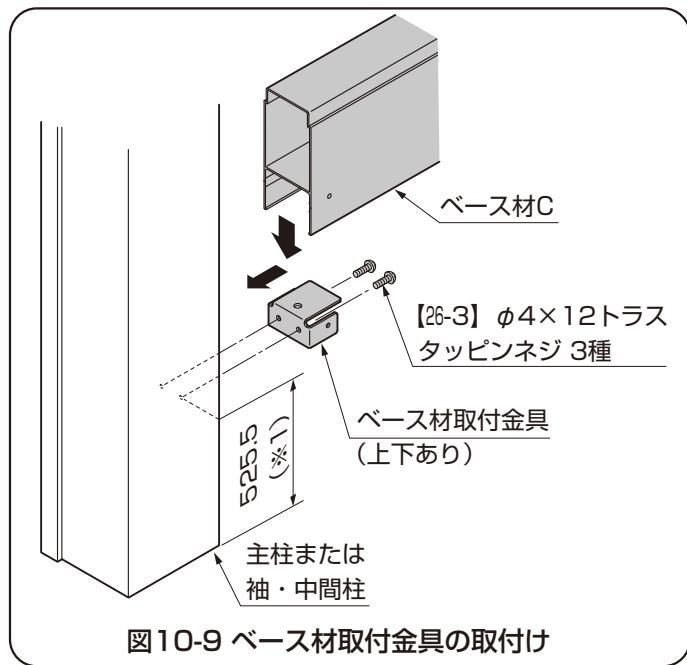

図10-9 ベース材取付金具の取付け
主柱の場合図10-9
- ①ベース材取付金具を【26-3】で主柱または袖・中間柱に取付けてください。(図10-9参照)
- ②ベース材Cを【26-3】でベース材取付金具に取付けてください。